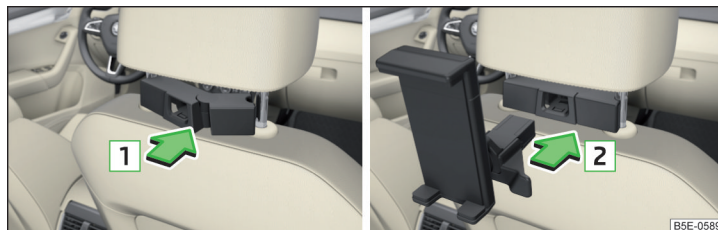

Fig. 105 Colocar adaptador / instalar soporte
- » Colocar adelante el adaptador abierto en las barras-guía de los reposacabezas » fig. 105.